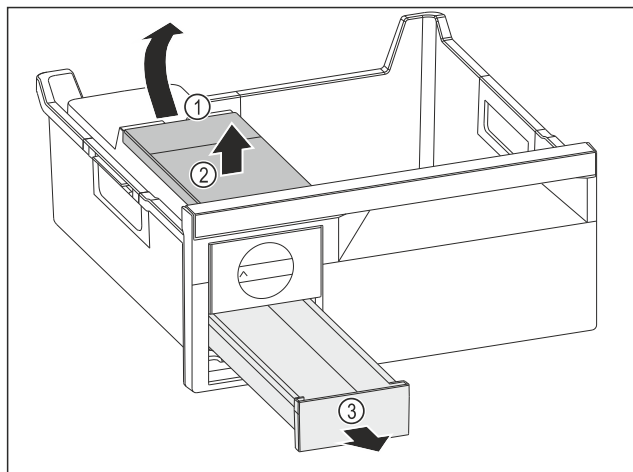

Fig. 90
- Изваждане на резервоара за вода: Повдигнете резервоара за вода при прореза Fig. 90 (1).
- Извадете резервоара за вода Fig. 90 (2) нагоре.
- Извадете чекмеджето за ледени кубчета Fig. 90 (3) напред.